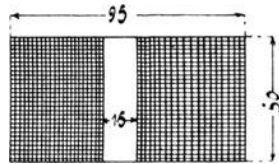

Fig. 4.
45. Eine Spule von 15 [30] (100) mm (Fig. 4) innerem Durchmesser ist mit einem 0,3 [0,4] (1,5) mm dicken Kupferdraht, der mit Seide besponnen ist, bewickelt, und zwar liegen 125 [200] (70) Drähte nebeneinander und 100 [90] (30) Lagen übereinander, so daß der äußere Durchmesser der Spule 95 [120] (200) mm beträgt. Welchen Widerstand besitzt die Spule bei 15° C.?